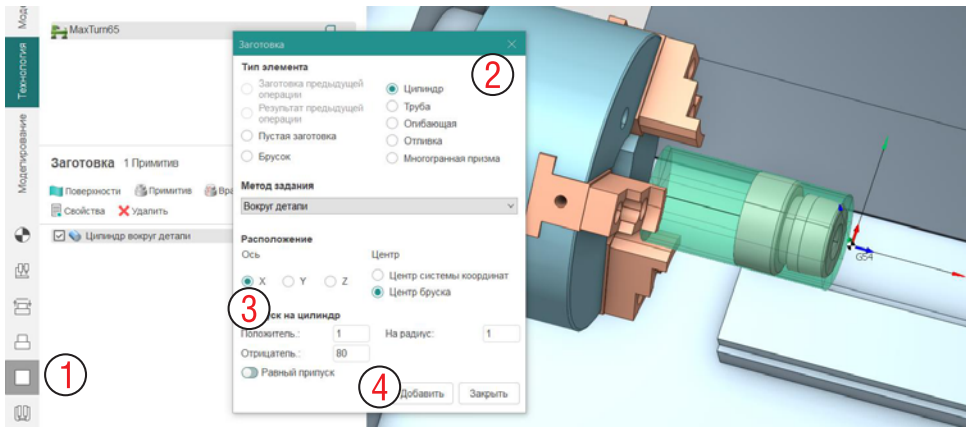

Рис. 10-2. Задание заготовки.
Выберите вкладку **Заготовка** (1 на рис. 10-2) и нажмите **Примитив**. Задайте тип элемента **Цилиндр** (2), правильно укажите ось (3) и нажмите **Добавить** (4). Затем нажмите **Заккрыть**.